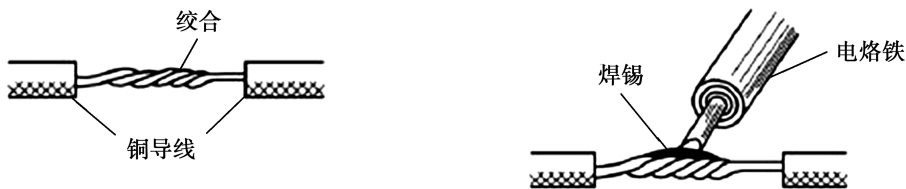

图 2-26 较细铜导线接头焊接
①铜导线接头的锡焊。较细的铜导线接头可用大功率(如 150W)电烙铁进行焊接。焊接前应先清除铜导线接头部位的氧化层和黏污物。为提高连接可靠性和机械强度,可将待连接的两根芯线先行绞合,再涂上无酸助焊剂,用电烙铁蘸焊锡进行焊接即可,如图 2-26 所示。焊接中应使焊锡充分熔化渗入导线接头缝隙中,焊接完成的接点应牢固光滑。